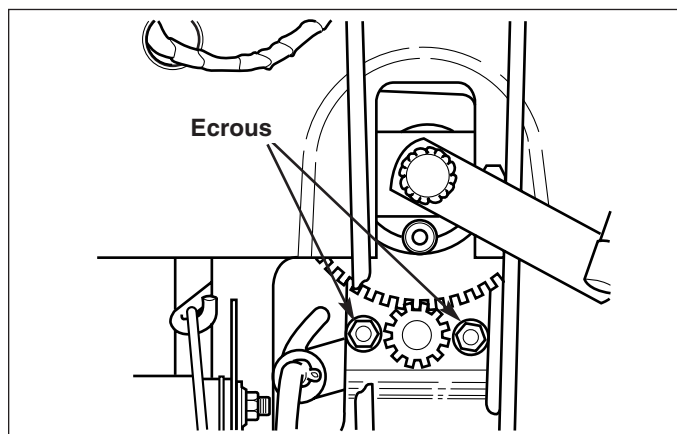

Figure 26. Réglage du pignon de direction
1. Voir la Figure 26. Desserrer les deux écrous et ajuster le support de sorte que les dents du pignon soient solidement engrenées.